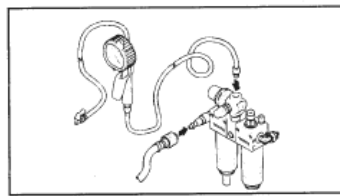

Рис. 14
- A.** Подключите резиновый шланг к манометру и к воздушному фильтру, как показано на рис. 14.
- B.** Подключите машину к магистрали сжатого воздуха (с максимальным давлением 12 бар) с помощью резинового шланга (рассчитанного на это давление) внутренним диаметром 6 мм (1/4"), рис. 14.